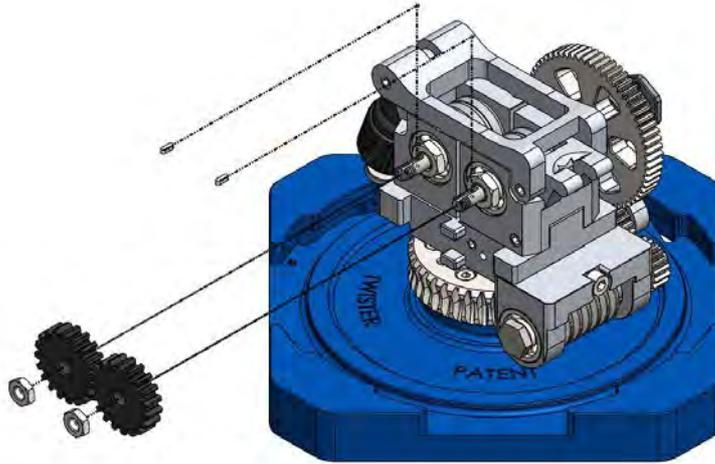

Abbildung 60
10. Der letzte Arbeitsschritt besteht in der Montage der Synchronisationszahnäder mithilfe von Maulschlüsseln mit einer 10[mm]- und 13[mm]-Sechskantöffnung. (Abbildung 60).